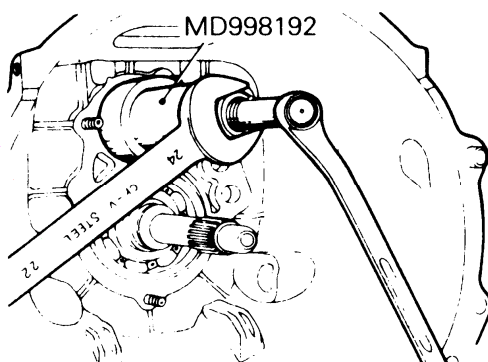

图 3-50 拉出中间轴前轴承
(13) 拆卸中间轴前轴承时，从中间轴前轴承拆下卡环，如图 3-50 所示，用专用工具拉出中间轴前轴承。